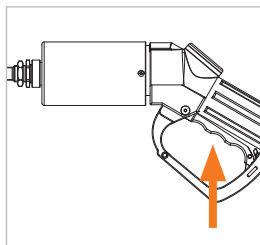

Figure 20
- ▶ Tournez le levier de commande (n° 6) au niveau de la poignée (n° 7) du nozzle de ravitaillement entièrement vers le haut en position ON (Figure 20) jusqu'à encliquetage clairement audible.